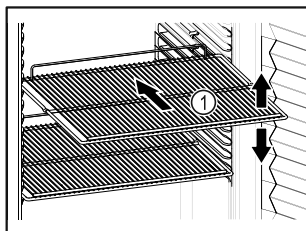

Fig. 59 例图
- ❑ 如果存放格栅 Fig. 59 (1)可移动，则根据高度进行调整。